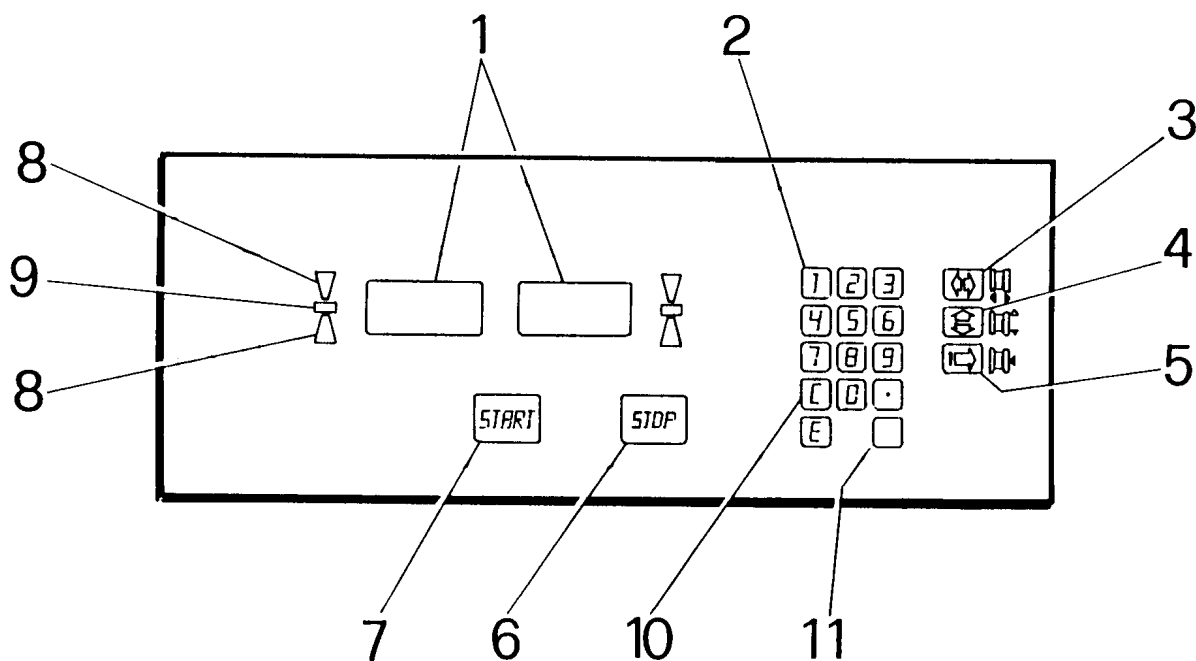
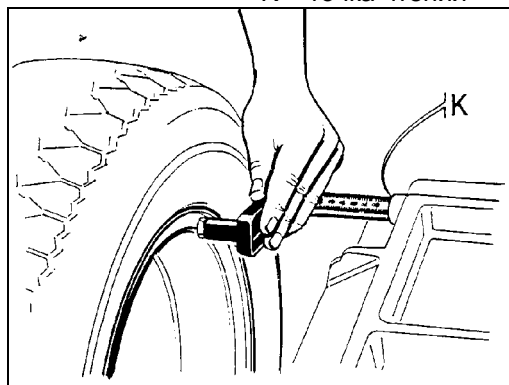
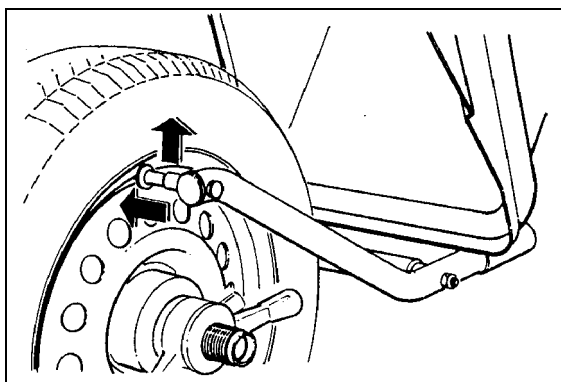

рис.16
рис.18
рис.19
- на дисплее (**рис.16**) (**1**) появиться **0 0**.
- Предварительно закрыв кожух защиты колеса нажать кнопку запуска, **START** (**рис.16**) (**7**), начиная, таким образом, цикл измерений.
- Защита колеса может быть открыта только после полного останова. Кнопка останова **STOP** (**рис.16**) (**6**) имеет функцию останова машины в аварийных ситуациях.
- Светодиоды в форме стрелок (**рис. 16**) (**8**) указывают направление, в котором нужно поворачивать колесо, для определения положения установки балансировочных грузиков (отдельные указания для каждой стороны колеса).
- Поворачивать вручную колесо до тех пор, пока не загорится центральный светодиод **LED** (**рис.16**) (**9**).
- Размер **расстояние обода** измеряется установленной на машине выдвижной мерной линейкой (рис. 18), и на шкале которой можно прочесть значение задаваемого расстояния .
- Программирование выполняется подводом **внутренней мерной линейки (рис.18)** и **внешней мерной линейки (рис.19)** вплотную к ободу, до появления звукового сигнала подтверждения "бип".
- а) Нажать **3** (рис. 16) и ввести ширину колеса в дюймах (пример: 6.0 или 5.5 и т.д..) затем нажать **Е**
- б) Нажать **4** (рис. 16) и ввести диаметр колеса в дюймах (пример: 13" или 14") затем нажать **Е**
- в) Нажать **5** (рис. 16) и ввести расстояние колеса от корпуса балансирующего станка в мм (прим: 80мм, 65мм и т.д.): это расстояние выделено на шкале мерной линейки (рис.18) затем нажать **Е**
- 8 - Нажать **1 О О Е** (рис.16) (можно также использовать не только грузики весом в 100г. но и другие: если вес грузика равен 80 граммам нужно нажать **8 0 Е**)